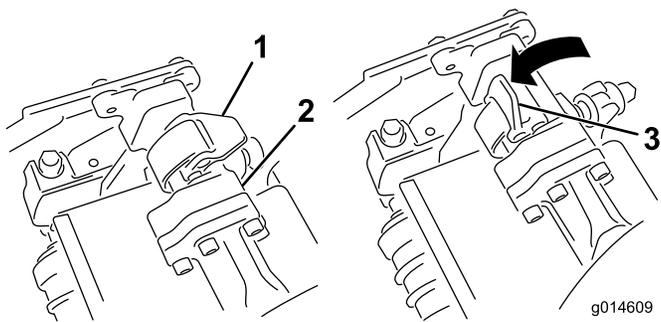
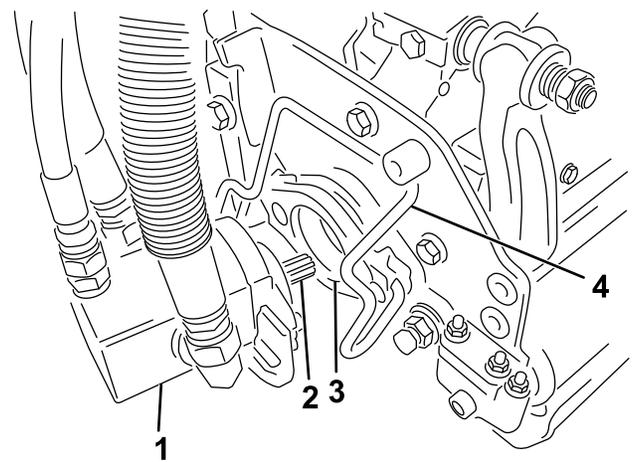

Figura 32
Figura 33
3. Com os fechos na barra do braço de suspensão a apontar para cima (i.e., abertos) (Figura 32), empurre o braço de suspensão para baixo de forma a que a barra passe pela barra através da parte superior da unidade de corte (Figura 33).
- 4. Feche os fechos para baixo e em redor da barra da unidade de corte e bloqueie-os no sítio (Figura 32).
4. Abra os fechos na barra do braço de suspensão da unidade de corte que está a remover (Figura 32).